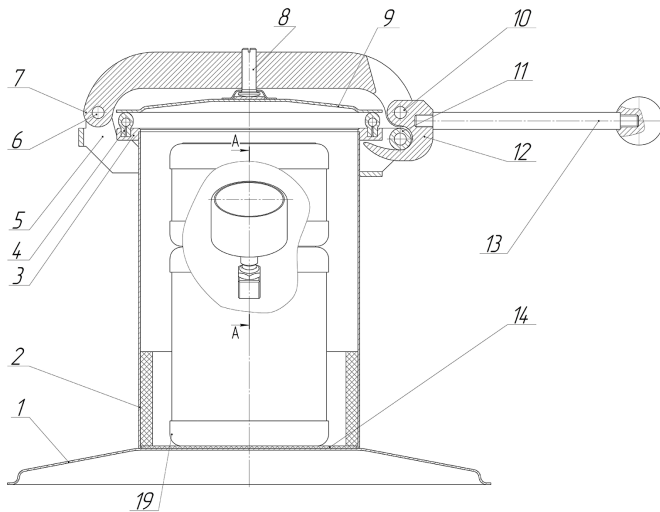

Рисунок 1 — Загальний вигляд пристрою ПГС-2
Камера (Рисунок 1) являє собою стакан 2 циліндричного перетину. У верхній частині стакана є фланець 3, на який встановлюється еластичне ущільнювальне кільце 4. На дно 1 стакана 2 укладено амортизувальну підкладку 14.
**2.1.3** Перевірте герметичність пристрою ПГС-2 і попередньо відрегулюйте тиск в його камері. Для цього помістіть в камеру великий вкладиш 19 (SU.PGS.010-05, Рисунок 1) і закрийте її за допомогою запирального пристрою. Манометр має показувати  $(50 \pm 2)$  мбар. Регулювання тиску, в разі відхилення від норми, виконуйте за допомогою гвинта 8. Для цього послабте встановлювальний гвинт 15 і вкрутіть гвинт 8, якщо потрібно підвищити тиск в камері, або викрутіть його, якщо тиск потрібно зменшити. Після цього зафіксуйте положення гвинта 8 встановлювальним гвинтом 15.